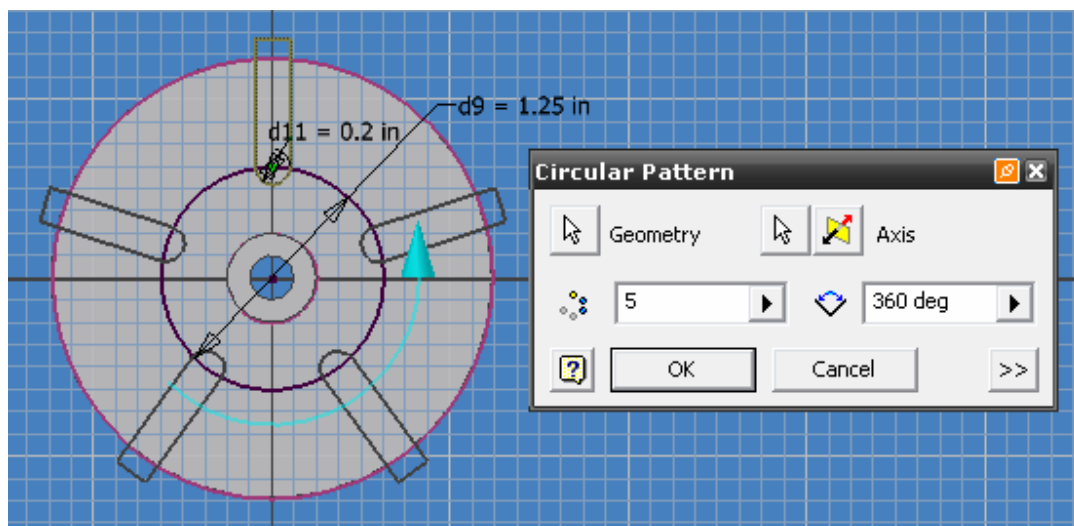

Figura 4.20 Vista previa del CIRCULAR PATTERN.
24.- Ahora seleccione AXIS y seleccione el centro de su pieza de forma que la distribución de los bocetos sea de forma adecuada, para este caso modifique el valor numérico del cuadro de dialogo e ingrese 5, figura 4.20. Presione OK para finalizar.